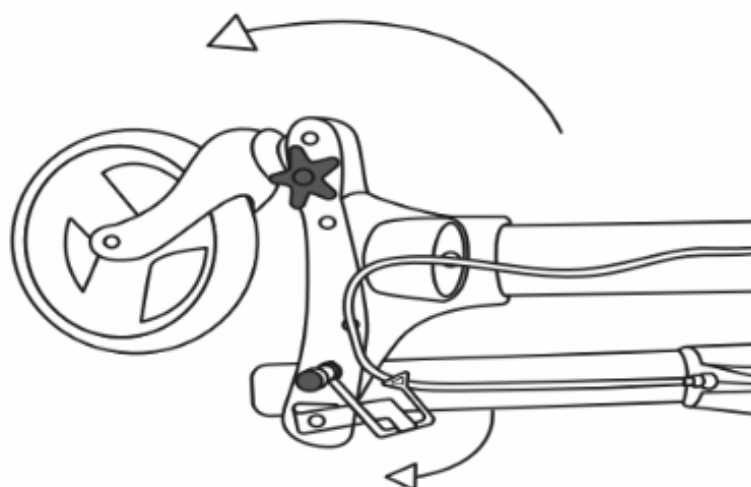

FIGURA 2
PASSO 2: Desdobre as rodas dianteiras e fixe-as no lugar com as alavancas de regulação em forma de estrela, como indicado na Figura 2. Certifique-se de que a alavanca é enfiada através do orifício na perna e na porca da estrutura.